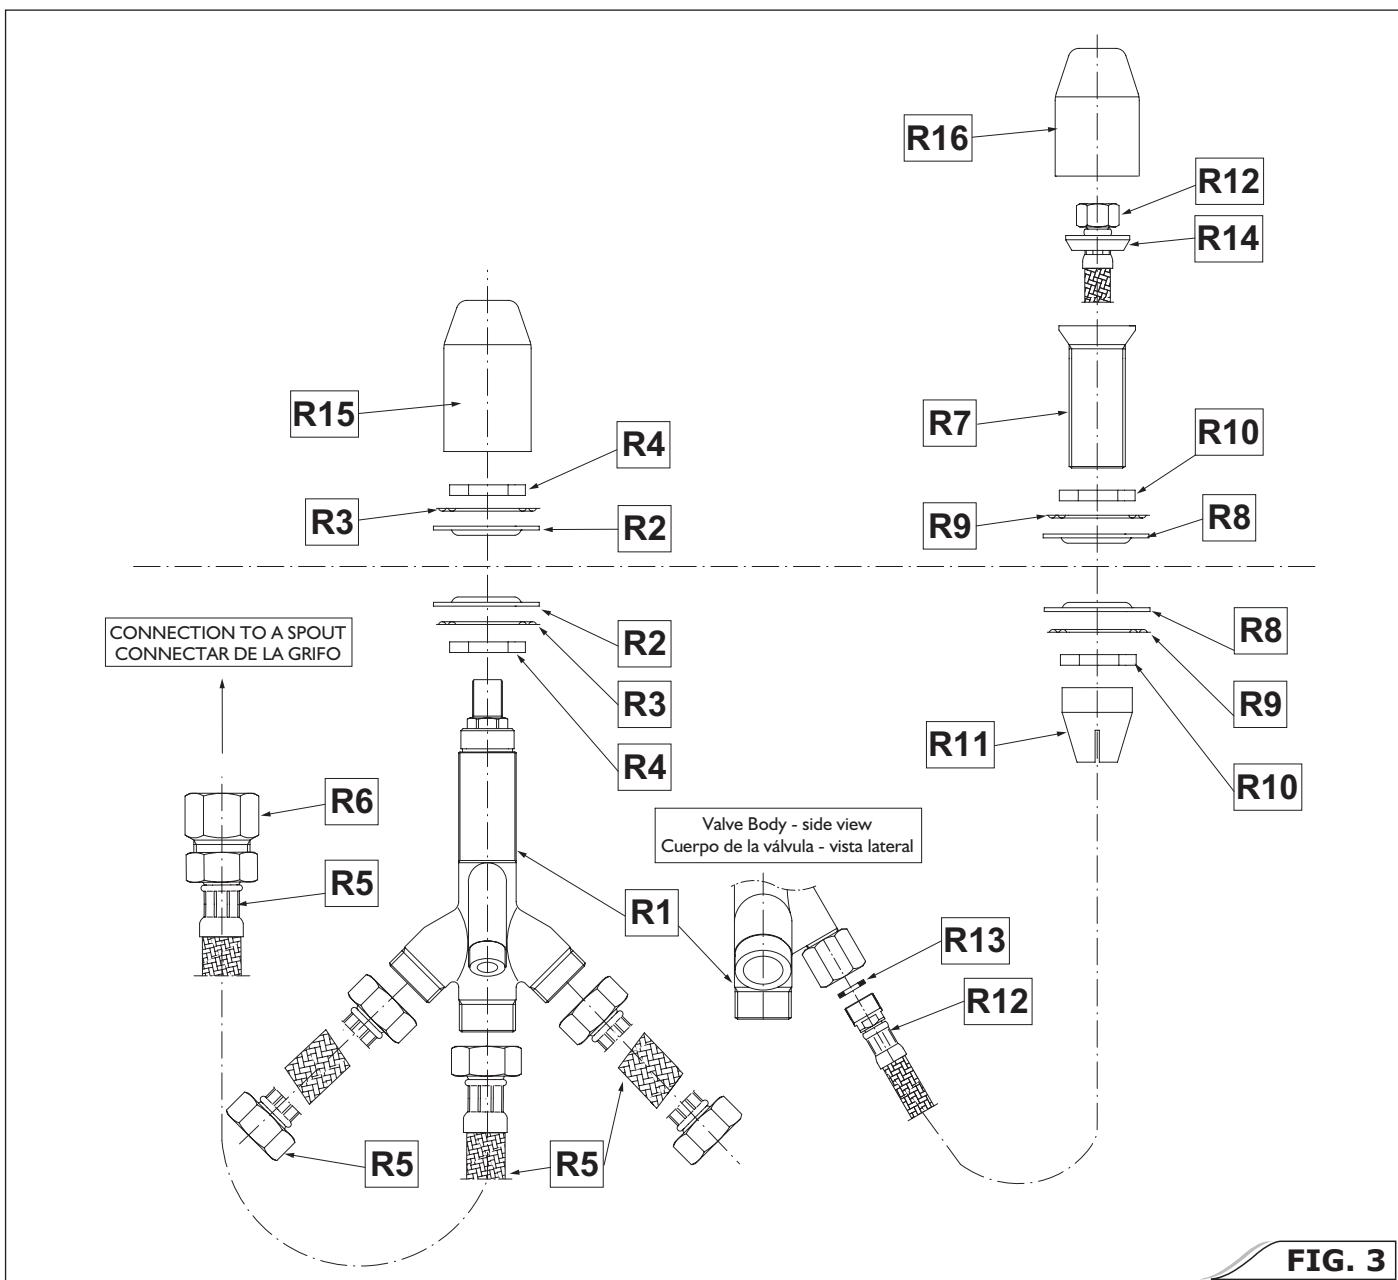
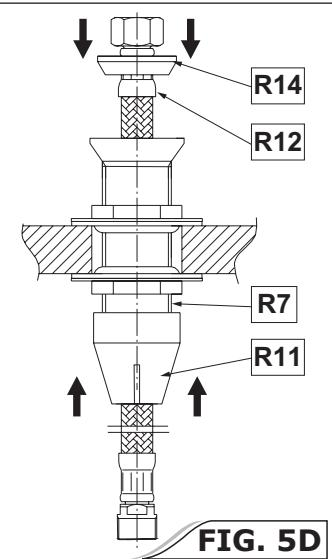

FIG. 3
FIG. 5D
- Thread on the locking sleeve (**R11**) onto the threaded ferrule of connector (**R7**) from the bottom. **Fig. 5D**
- Insert the flexible hose (**R12**) through the hole in the connector (**R7**) by its narrow end (with external thread) (from the top of the deck/bath rim) - see **fig. 5D**. Then screw the narrow end of the hose into the casing of the diverter valve (**R1**), keeping in mind the positioning of the flat seal (**R13**) - refer to **fig. 3**.
- Montar desde abajo el casquillo de bloqueo (**R11**) en el anillo roscado del manguito (**R7**). **Fig. 5D**
- Meter la manguera elástica (**R12**) por la perforación del manguito (**R7**) con el extremo estrecho (con la rosca externa) (desde arriba de la superficie/borde de la bañera) – ver. **Fig. 5D**. Luego, atornillar el extremo estrecho de la manguera a la caja de la válvula de distribución (**R1**), es necesario tener en cuenta en la situación de la junta plana (**R13**) – ver. **Fig. 3**.